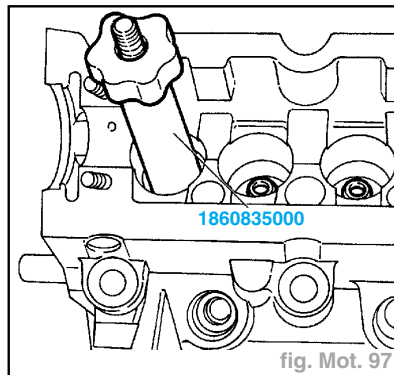

fig. Mot. 97
- Dégager les joints d'étanchéité de la tige de soupape par l'intermédiaire de l'outil **1860835000** (fig. Mot. 97).